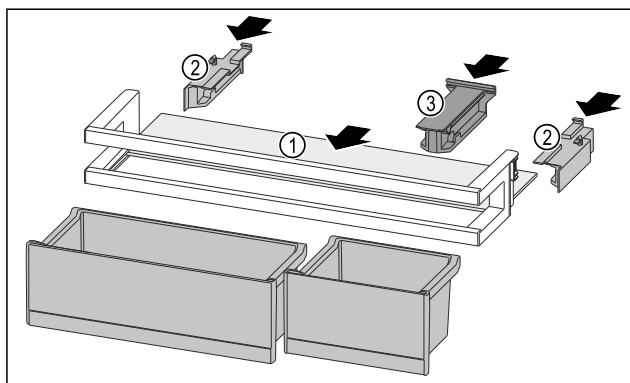

Fig. 226
- Futni raftin mbajtës Fig. 226 (1) në fole të anësore.
- Vendosni pjesët anësore Fig. 226 (2).
- Vendosni pjesën mbajtëse Fig. 226 (3).